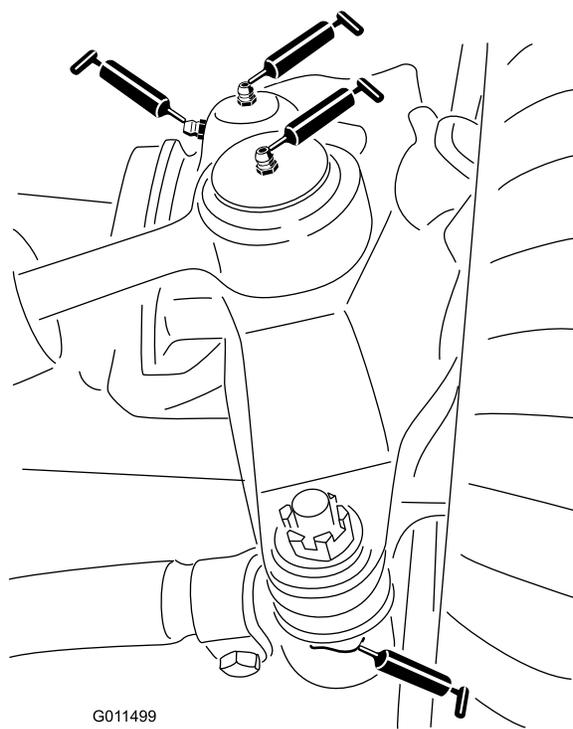

Рисунок 37
- Шаровые опоры гидроцилиндра рулевого управления (2 шт.) (Рисунок 37)
- Шаровые опоры поперечных тяг (2 шт.) (Рисунок 37)
- Втулки поворотных шкворней (2 шт.) (Рисунок 37)..